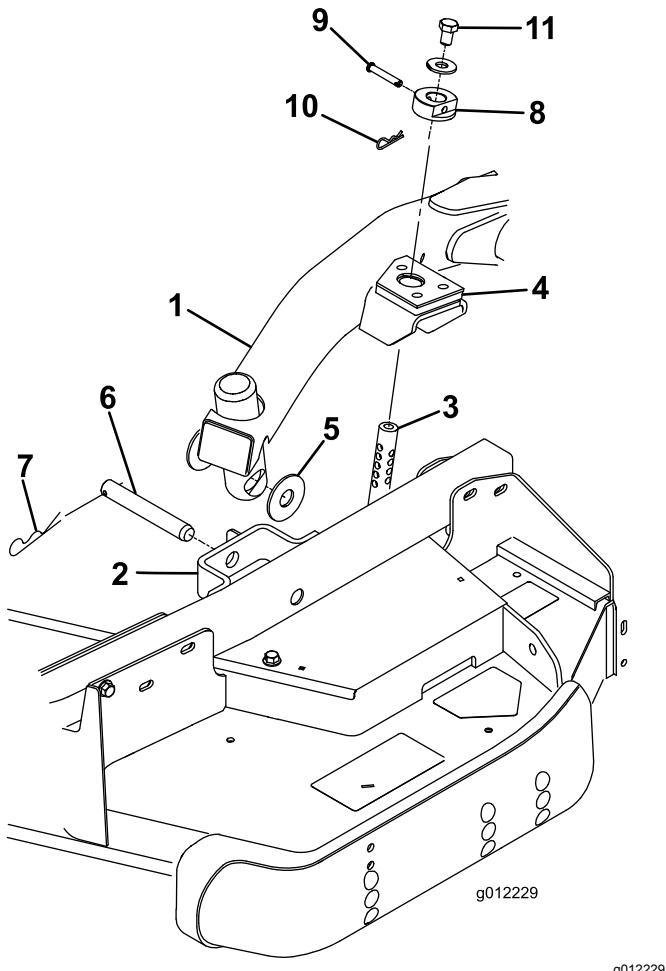

Bild 4
2. Stellen Sie den Hubhebel auf die SCHWEBEN-Stellung. Drücken Sie einen Hubarm nach unten, bis die Löcher im Hubarm mit den Löchern in der Laufradarmhalterung ausgerichtet sind, und die Schnitthöhenstange in die Hubarmpolster eingesetzt werden kann (Bild 4).
3. Befestigen Sie den Hubarm mit zwei (2) Druckscheiben, einem Lastösenbolzen und einem großen Splint am Hubarm. Legen Sie die Druckscheiben zwischen den Hubarm und die Halterung des Laufradarms (Bild 4). Setzen Sie das Ende des Splints in den Schlitz im Laufradarm ein, um den Splint zu arretieren.
7. Bauen Sie die Schnitthöhenstellringe an den Schnitthöhenstangen an und befestigen Sie sie mit den Lastösenbolzen und den kleinen Splints (Bild 4). Der Kopf des Splints sollte zur Vorderseite des Mähwerks zeigen.
- Setzen Sie oben auf jeder Schnitthöhenstange eine Schraube (1/2" x 3/4") und eine Scheibe ein (Bild 4).